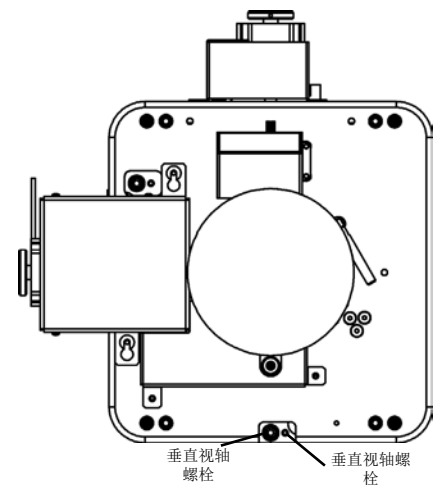

图 2-29 垂直视轴
- a. 如果影像右侧在镜头完全缩回之前完成聚焦，则影像聚焦在屏幕前方。请参阅图 2-29。要纠正这一问题，请调整水平视轴螺栓，让镜头座对准或瞄准右侧，以平衡左 / 右边缘。请参阅图 2-27。